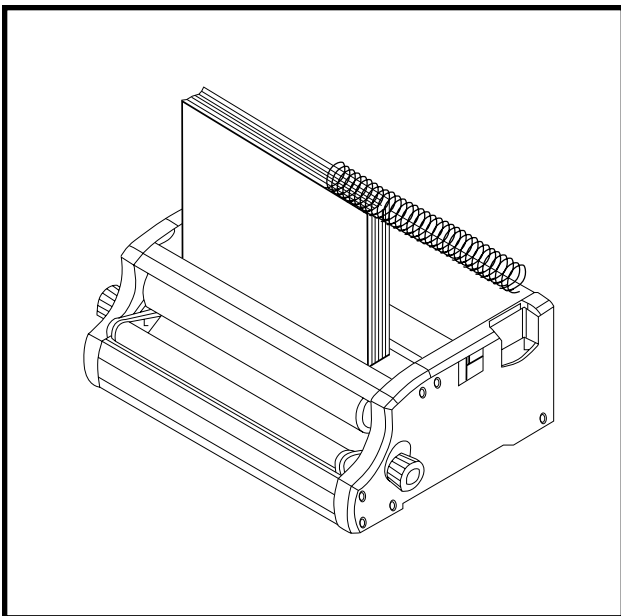

Figure 2
• Select the appropriate size coil for your document. Use the following chart as a reference. • Place the unpunched edge of the coil document into the spine former. • Start the coil element by hand into the first few holes in the book. • Hold the book firmly on both ends with your fingers just below the punched holes to prevent the pages from separating. • Position started coil in book in between the two rollers and hold in place while the rollers spin the coil through the book (See Figure 2). Once the coil begins to spin into the hole remove pressure from the leading 10 coils. These coils will find their way into the holes more easily if they are pushed from behind. (see diagram)	• Selezionare una spirale di dimensioni adatte per il documento. Usare la tabella seguente come riferimento. • Sistemare il bordo non forato del documento nel formatore del dorso. • Avviare a mano l'inserimento dell'elemento a spirale nei primi fori del libro. • Tenere saldamente il libro per entrambe le estremità, sistemando le dita immediatamente al di sotto dei fori per evitare la separazione delle pagine. • Sistemare tra i due rulli la spirale che si è cominciato ad inserire nel libro e tenerla in posizione mentre i rulli infilano rapidamente la spirale attraverso il libro (vedere la Figura 2). Quando la spirale inizia a girare nel foro, togliere la pressione dai primi 10 anelli della spirale. Questi anelli potranno essere inseriti nei fori più facilmente se vengono spinti da dietro (vedere il diagramma).